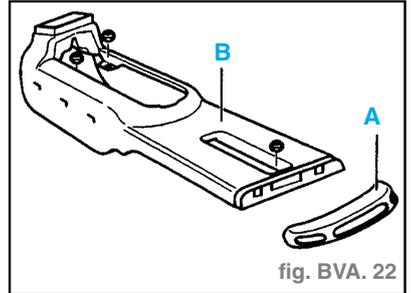

fig. BVA. 22
- Extraire la poignée (1) du levier de frein à main en la tirant en avant.
- Retirer les revêtements (2) et (3) du levier de frein à main.
- Déposer le diffuseur de plancher (A) et desserrer la fixation du canal d'air (B). (fig. BVA. 22)